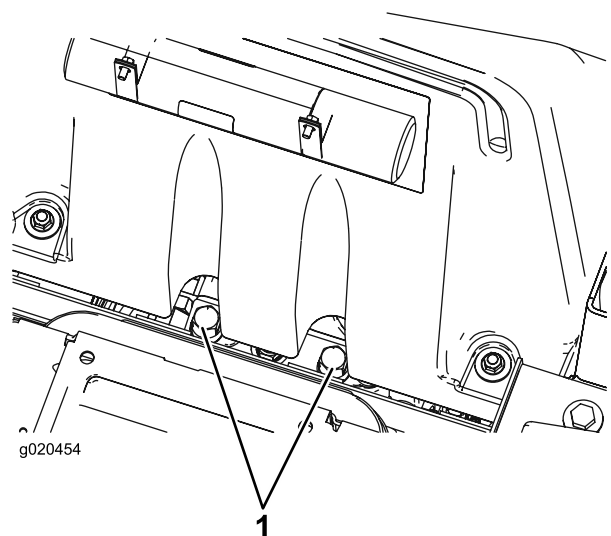

Bild 33
1. Klappen Sie den Sitz hoch. Die Sicherheitsventile befinden sich unter der Vorderseite des Kraftstofftanks (Bild 33).